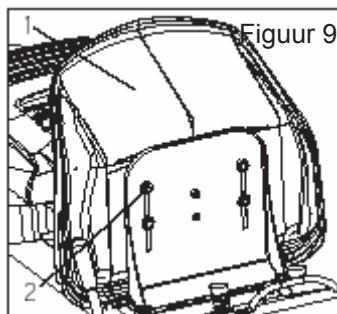

Figuur 8
5. Voeg de speld leverde (2) in het gat in en gebruik een hamer om aan de speld te rijden. (Figuur 8) de Controle te verzekeren dat het einde volledig door naar de tegenover gestelde zijde komt.